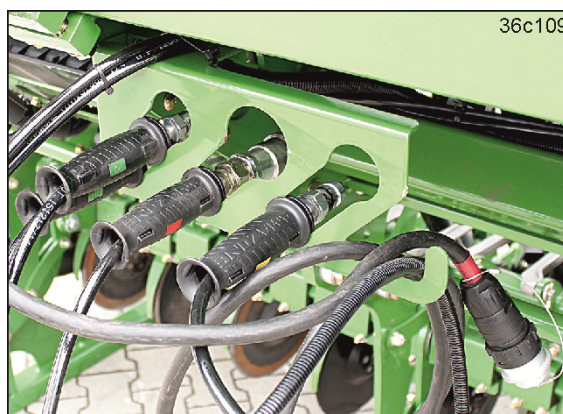

Рис. 117
6. Повесьте питающие магистрали на держатель для шлангов (Рис. 117).